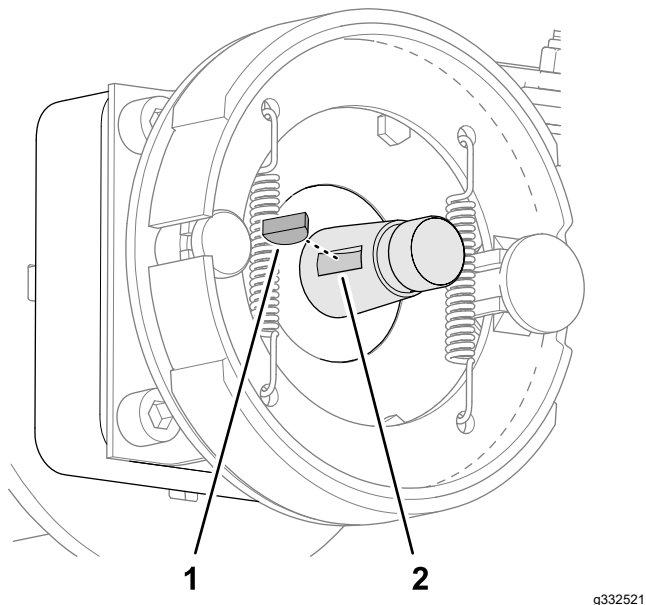

**Figura 62**
1. Remova a porca de bloqueio que prende o cubo ao eixo do motor da roda (Figura 61 ou Figura 62).
4. Utilize o extrator do cubo das rodas para remover o cubo das rodas e tambor dos travões do veio do motor das rodas (Figura 61 ou Figura 62).